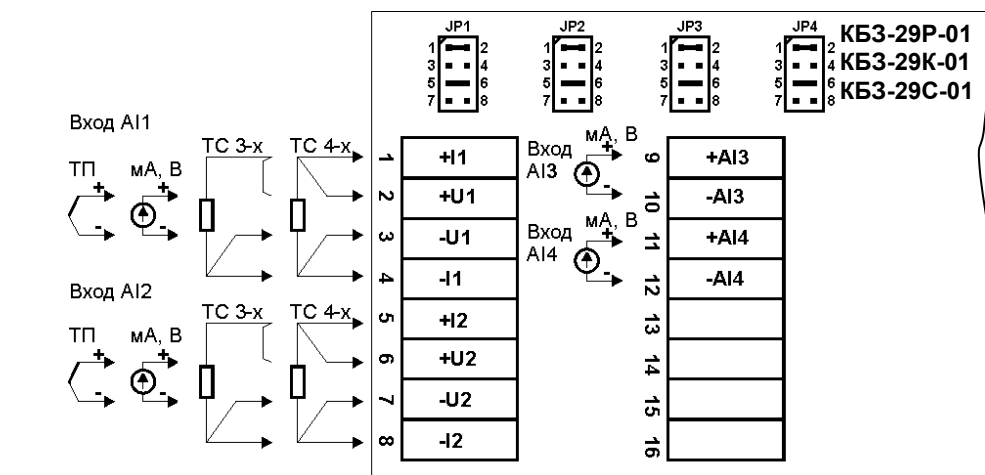

Рисунок 10.1 - Подключение аналоговых входов с помощью клеммно-блочного соединителя КБЗ-29P-01, КБЗ-29K-01, КБЗ-29C-01.
10.3.1.1 Подключение аналоговых входов с помощью клеммно-блочного соединителя КБЗ-29P-01 (КБЗ-29K-01, КБЗ-29C-01) представлено на рис. 10.1.